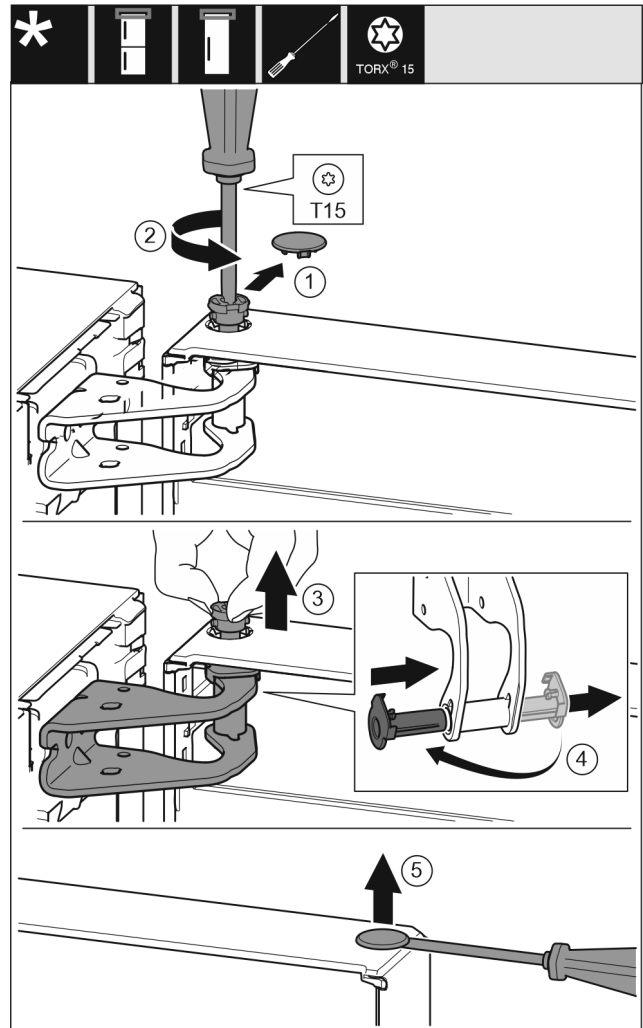

Fig. 7
- ▶ 小心拆下安全盖。Fig. 7 (1)
- ▶ 用 T15 螺丝刀拧下一枚螺栓。Fig. 7 (2)
- ▶ 抓紧门并用手指拔出螺栓。Fig. 7 (3)
- ▶ 将轴衬从导向装置拉出。从另一边装入并卡到位。Fig. 7 (4)
- ▶ 用带槽螺丝刀小心地从门轴衬上提起堵头并将其拉出。Fig. 7 (5)